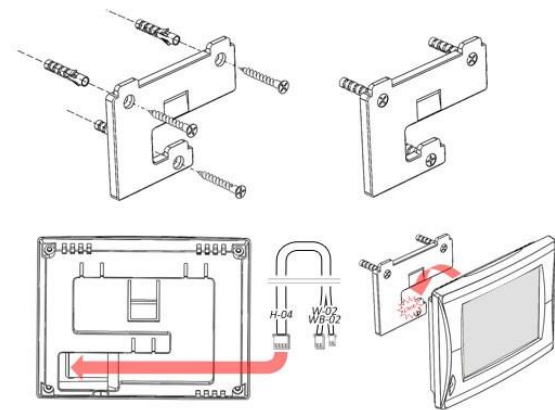

Рисунок 6 - Схема монтажа пульта управления
5.1.8 Смонтируйте пульт управления (Рисунок 6) согласно схеме монтажа (Рисунок 7). Монтаж пульта управления можно производить только на вертикальные поверхности.